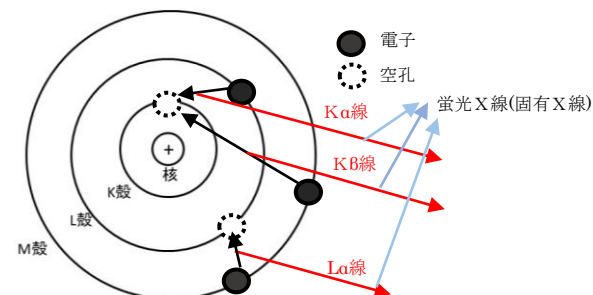

図3 蛍光X線の原理図②
- ② その空孔へ、外殻電子が遷移する際にそのエネルギー(波長)の差に相当する蛍光X線が放射される。電子がL殻からK殻へ遷移する際に放出される蛍光X線をK α 線、M殻からK殻へ遷移する際に放出される蛍光X線をK β 線、M殻からL殻へ遷移する際に放出される蛍光X線をL α 線という。(図3)
- ③ X線を入射すると発生する蛍光X線は、元素に固有のエネルギーを持っているため元素の同定及び定量ができる。